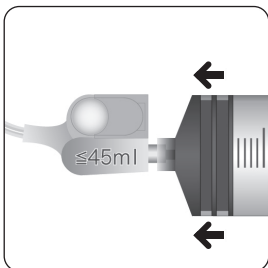

図4 バルーン膨張
- 6) シリンジプランジャーを静かに押し、45mLの水又は生理食塩液でバルーンを膨張させる。バルーンが直腸内で最適な状態に膨張すると、注入インジケーターである白いシグナルドームが膨らむ（図4）。30mL未満の注入でシグナルドームが膨らんだ場合、バルーンが直腸内にきちんと留置されていない可能性があるためバルーンの位置を再調整する。バルーンに45mL以上の水又は生理食塩液を入れないこと。